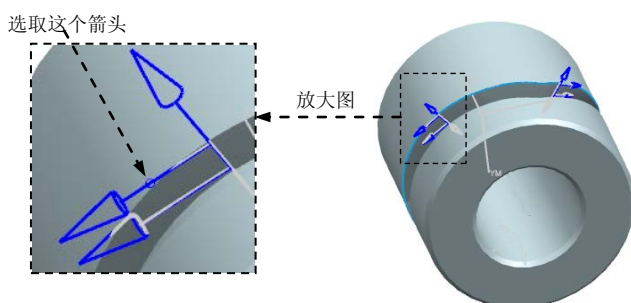

图 5.3.8 选取切削方向
Step3. 单击“切削方向”按钮，选取图 5.3.8 所示的箭头方向。